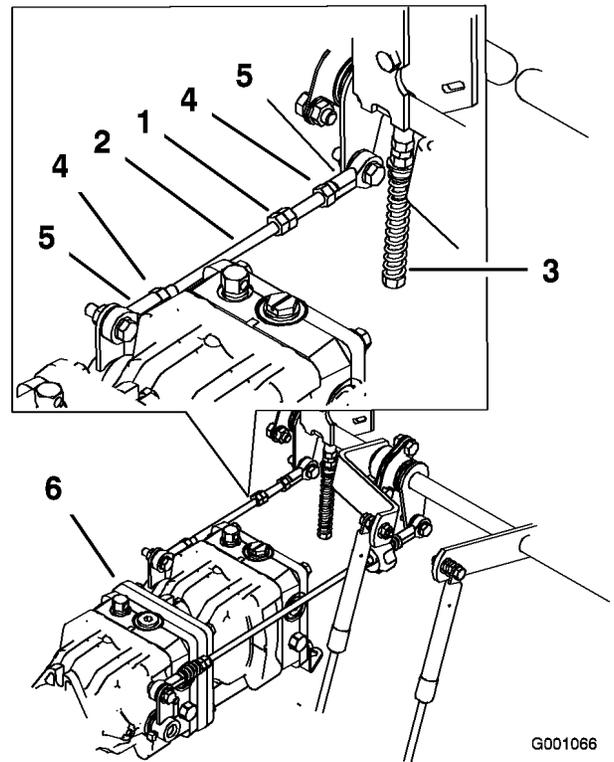

Figure 71
- Desserrez les contre-écrous sur les rotules de la tige de commande de la pompe (Figure 71).
- Réglez la longueur de la tige de pompe en tournant les doubles écrous dans le sens voulu, jusqu'à ce que la roue soit immobilisée ou tourne légèrement en marche arrière (Figure 71).
- Serrez les contre-écrous contre les rotules (Figure 71).